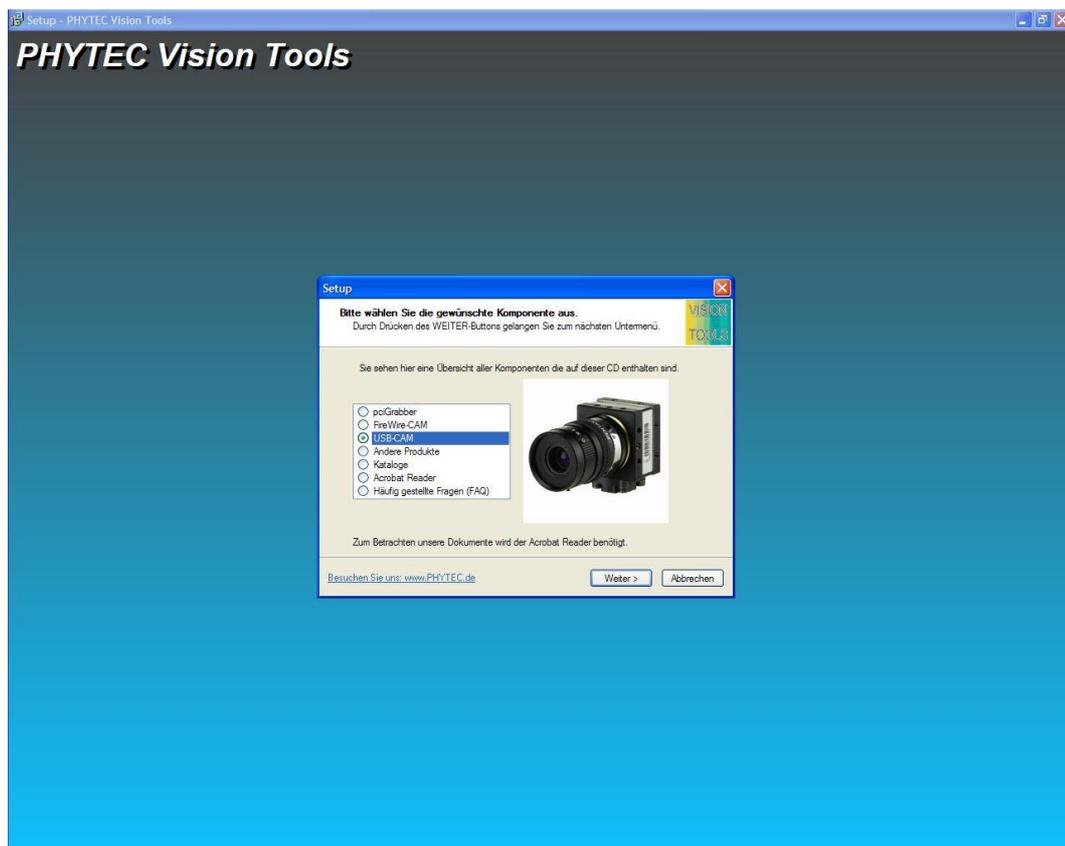

Bild 8: Titelm Menü der ‚Vision Tools‘ – CD
- Die CD startet normalerweise automatisch und das Titelm Menü *Bild 8* erscheint.